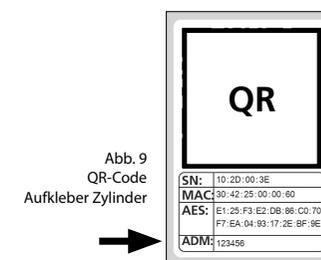

Abb. 9
**! Remarque :** Vous trouverez le code administrateur d'usine sur l'autocollant du code QR du cylindre sous la mention « ADM » (Fig. 9).